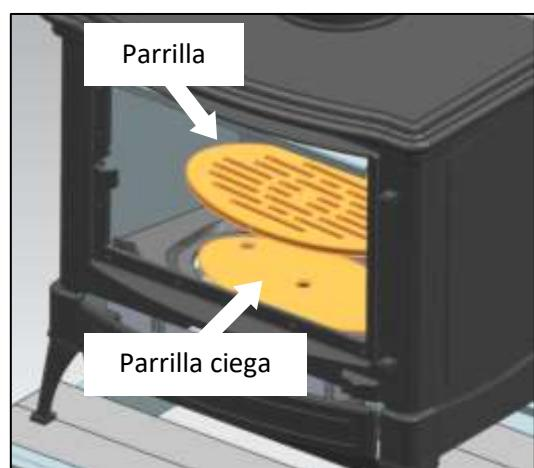

Fig. 20
**Si la estufa dispone de parrilla ciega, debe retirarla antes de proceder a la limpieza de las cenizas (fig. 20).**